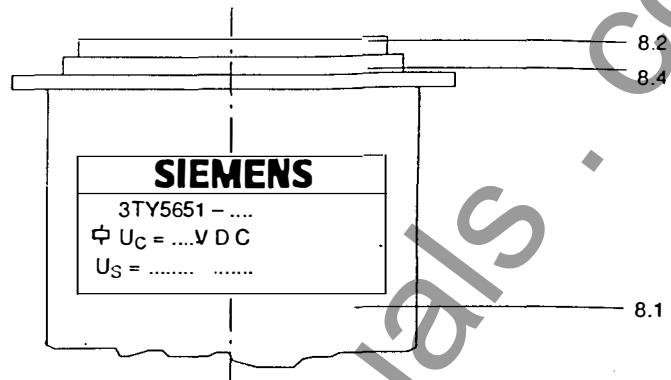

Fig. 8
- Befestigungsschrauben 8.5 für die Magnetspule 8.1 (alt) (Fig. 8) auf der Rückseite des Vakuumschützes lösen, s. Hinweisschild
- Unscrew the fixing screws 8.5 for the old magnet coil 8.1 (Fig. 8) at the rear of the vacuum contactor, see instruction plate
- Spulenpaar 8.1 alt gegen neu (Fig. 8) austauschen
Magnetkerne 8.2 (Fig. 8)
Dämpfungen 8.4 (Fig. 8)
- Replace the old pair of coils 8.1 with the new (Fig. 8)
Magnetic cores 8.2 (Fig. 8)
Damping elements 8.4 (Fig. 8)